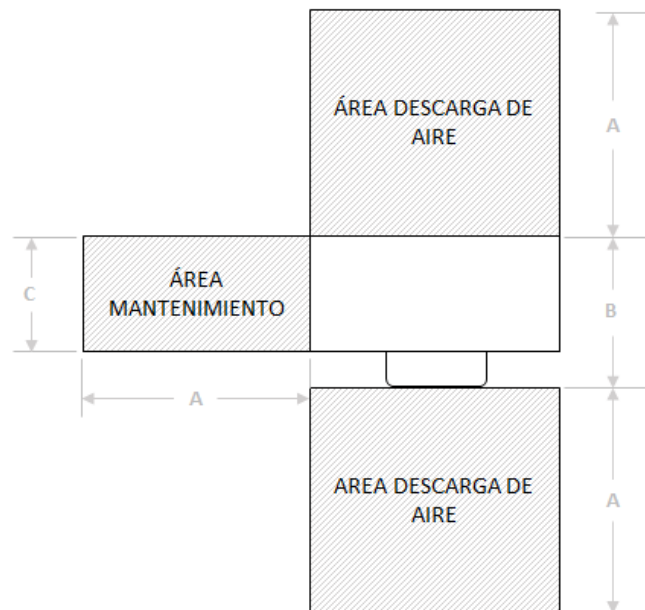

Fig. 1
Las unidades **CLIV** están diseñadas para ser instaladas al interior. Es necesario que el equipo cuente con desfogue y toma de aire libre (ver Fig. 1), para propiciar un circulamiento de aire adecuado y al mismo tiempo para facilitar el acceso al mantenimiento.
- Revisar que la toma de aire para condensación no esté obstruida y tenga el espacio sugerido en la Fig. 1